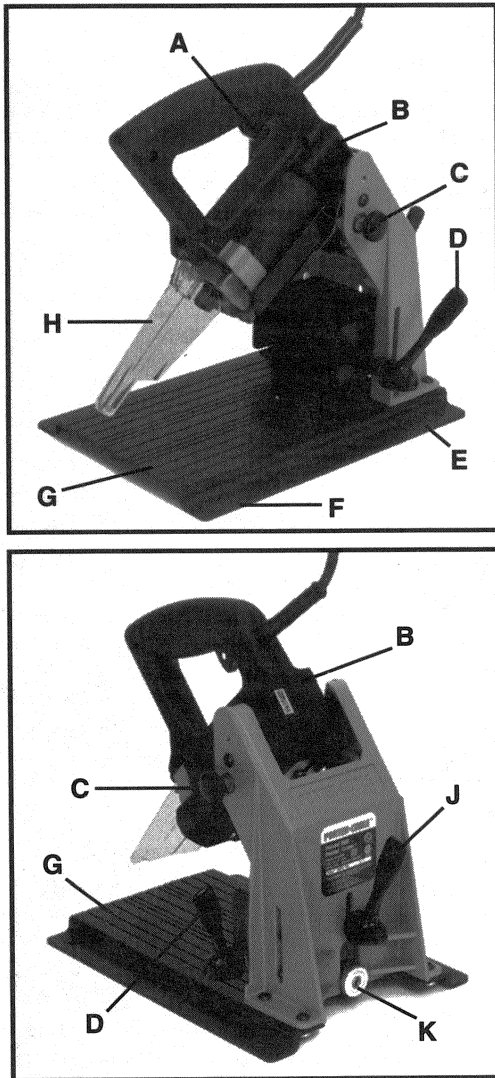

Fig. 1
2. Para desenganchar el cierre, empuje la agarradera hacia abajo mientras le da entre cuatro y seis vueltas a la perilla de cierre de transporte en el sentido contrario a las manecillas del reloj (vea la Fig. 1).
3. Gire el grupo de motor hacia arriba y hacia abajo mientras verifica el movimiento libre. Al soltarlo el motor debe tener una inclinación de aproximadamente 45° como está ilustrado en la Fig. 1.
4. Enganche el cierre de transporte en la posición elevada antes de hacer ajustes o de cambiarle las brocas. **PARA ENGANCHARLO:** Incline el grupo de motor hasta la posición elevada. Mientras lo detiene apriete la perilla de cierre dándole vuelta en el sentido de las manecillas del reloj. **PARA DESENGANCHARLO:** Alce el grupo de motor y, mientras lo detiene, dele **ENTRE CUATRO Y SEIS VUELTAS** a la perilla de cierre en el sentido contrario a las manecillas del reloj (vea la Fig. 1). Baje lentamente el motor y verifique su movimiento libre.
1. Apriete el gatillo interruptor (vea la Fig. 1) para poner el motor en marcha. Suelte el gatillo para pararlo.